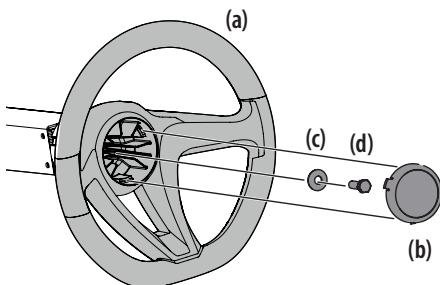

Figure 6
- La quincaillerie qui sert à fixer le volant de direction (a) se trouve sous le couvercle du volant de direction (b). Retirez avec précaution le couvercle. Pour ce faire, insérez un petit tournevis plat dans une des trois languettes et soulevez le capuchon (b) pour retirer la quincaillerie. Voir Figure 6.
- Assurez-vous que les roues de l'appareil sont dirigées vers l'avant, puis placez le volant de direction (a) sur l'arbre de direction. Voir Figure 6.
- Insérez la rondelle Belleville (c), avec la partie creuse vers le bas, dans le volant de direction et fixez-la avec le boulon hexagonal autobloquant (d). Voir Figure 6.
- Placez le couvercle du volant de direction (b) au centre du volant de direction (a), alignez les trois languettes avec les pattes du volant et poussez-le jusqu'à ce qu'il s'enclenche. Voir Figure 6.